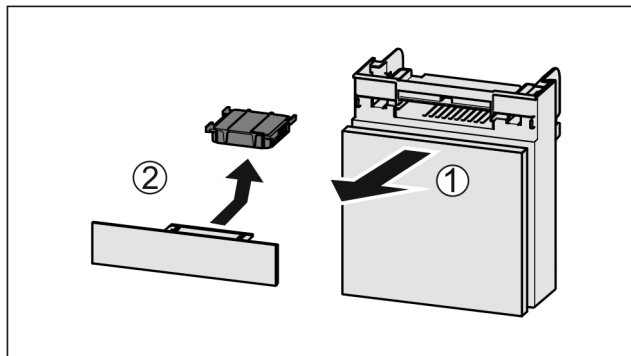

Fig. 77
- Вытянуть Fig. 77 (1) отделение движением вперед.
- Извлечение Fig. 77 (2) фильтра с активированным углем.